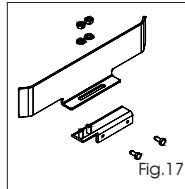

Fig. 17
- 1) Monteer en bevestig de 2 plaatjes op de 2 U-vormige steunen met de bijgeleverde moeren en ringen, zoals op Fig. 17.